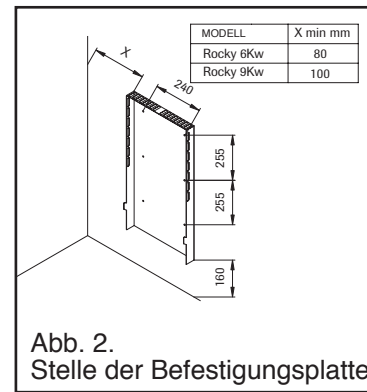

Abb. 2. Stelle der Befestigungsplatte
- Befestigen Sie die Befestigungsplatte mit den beigefügten Schrauben (6 St. Ø 4,8 x 25) entsprechend der Abb. 2 an der Wand.